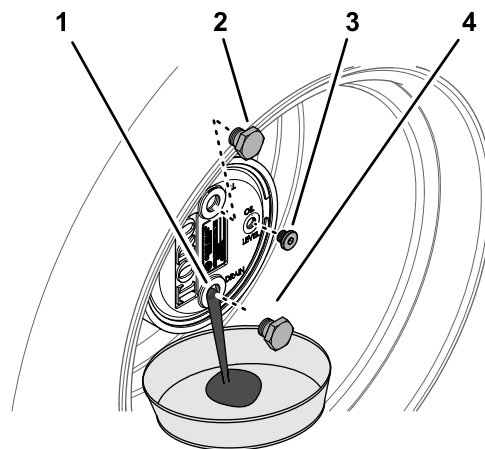

Figura 61
2. Retire el tapón de llenado en la posición de las 12 y compruebe el tapón en la posición de las 3 (Figura 61).
3. Coloque un recipiente debajo del cubo planetario, retire el tapón de vaciado en la posición de las 6 y deje que se drene el aceite (Figura 61).
5. Instale el tapón de vaciado en el orificio de vaciado del alojamiento de los engranajes planetarios (Figura 61).